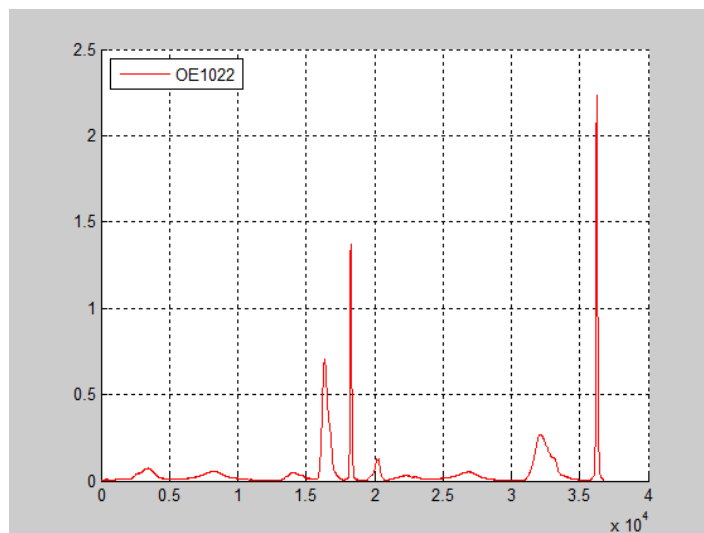

图101. OE2031 测得的光谱曲线图
- 开始光谱测量实验，同时利用数据采集平台采集光谱数据，可以得到如下光谱曲线图 101（未定标）：